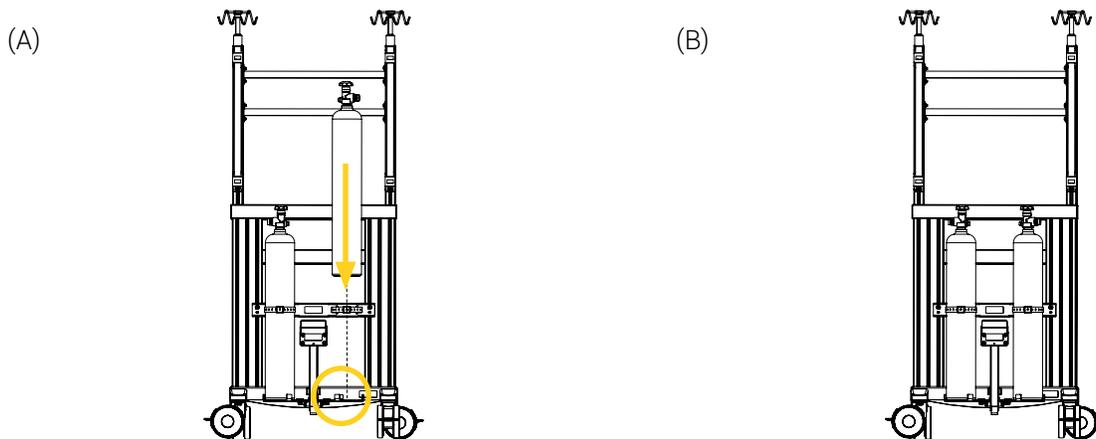

Figure 19 : Installation du cylindre à gaz dans le support
1. Appliquer le système de freinage sur les quatre (4) roulettes pivotantes à double roue du chariot de transport.
3. Insérer et positionner le cylindre à gaz sur la plaque inférieure du support (Figure 19).